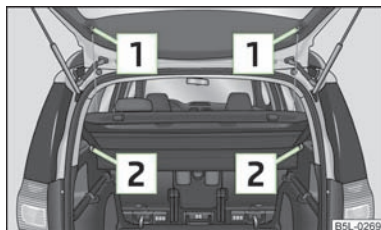

Fig. 58
- Desenganchar las cintas de sujeción **1** » fig. 58.